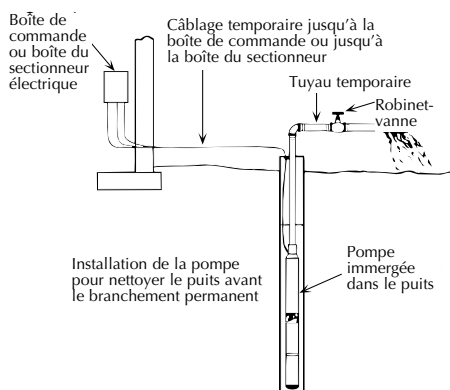

FIGURE 11 – Branchement temporaire pour nettoyer le puits avant la mise en service
- Brancher un coude de tuyau, une petite longueur de tuyau et un robinet-vanne sur le refoulement de la pompe, côté tête du puits (se reporter à la Figure 11).
5. Ouvrir de 1/3 le robinet-vanne du tuyau de refoulement; démarrer la pompe (se reporter à la Figure 11).